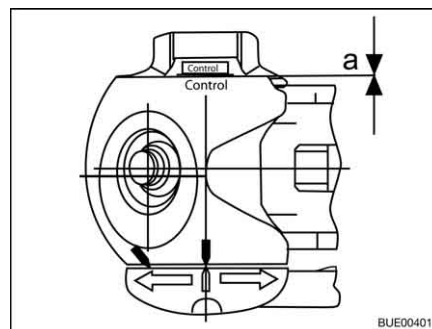

Fig. 190 Contrôle d'usure
- Distance $a = 0$ (Fig. 190) : Contrôler les garnitures de friction et au besoin les changer.